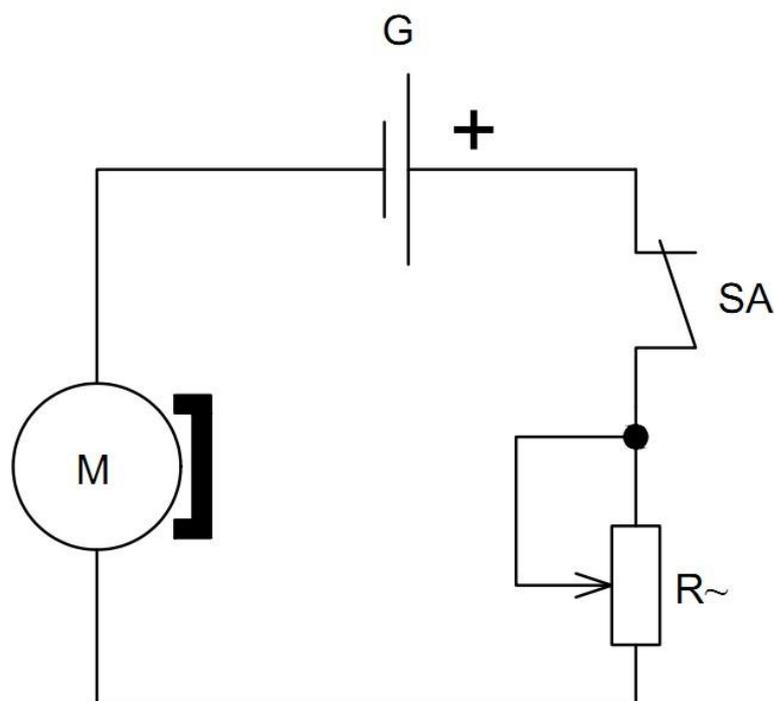

Рис. 1
1. По данному образцу (Рис. 1) разработайте электрическую схему регулировки скорости движения микродвигателя, лишенную тепловых потерь.